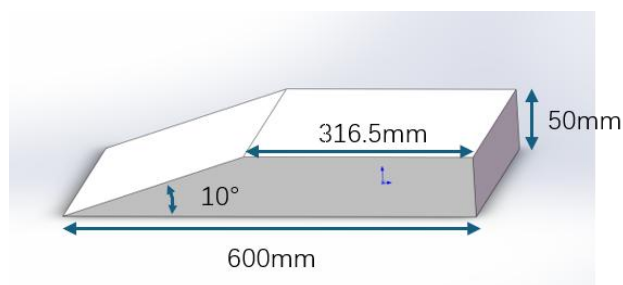

图 2 着陆平台、取、卸货平台示意图
2. 着陆平台、取、卸货平台（以下简称“平台”）：平台尺寸 600mm × 600mm，高 50mm，侧面有长斜坡（坡度 10° ），具体见图 2。